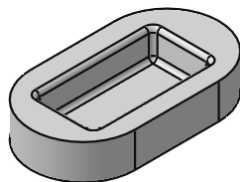

图 2-14 选择目标加工零件
1) 单击“Geometry Management”工具栏上的 Creates rough stock 按钮，系统弹出“Rough Stock”对话框，单击“Part body”文本框，选择一个目标加工零件，如图 2-14 所示。